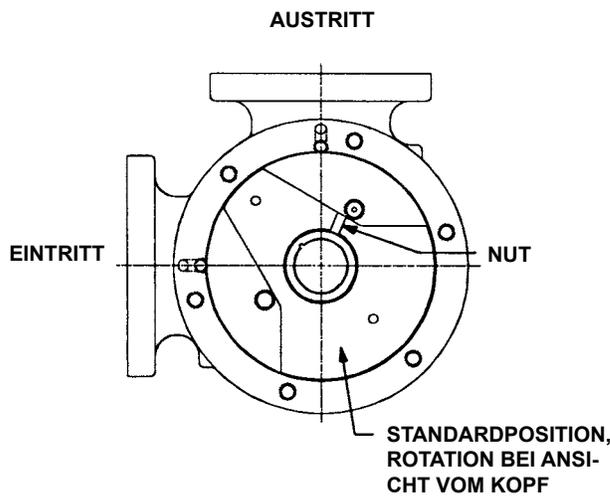

ABBILDUNG 15
- Wenn das Gehäuse vom Lagergehäuse getrennt wurde, müssen Sie die flache Dichtung untersuchen und bei Bedarf austauschen. Setzen Sie das Gehäuse mit der gleichen Ausrichtung wie vorher wieder auf die Führung des Lagergehäuses. Bei dieser Pumpenserie kann das Gehäuse nicht auf dem Lagergehäuse gedreht werden, um die Anschlußkonfiguration zu ändern. Siehe „**Pumpenrotation**“ auf Seite 11 zur Änderung der Anschlußanordnung. Sichern Sie das Gehäuse mit den (8) Befestigungsschrauben.
- Setzen Sie die Ausgleichsplatte (falls diese vom Lagergehäuse genommen wurde) in die Gehäuseöffnung (dieser Schritt ist bei der Serie 825 nicht notwendig). Stellen Sie sicher, daß die Platte wie vorher ausgerichtet ist. Zur standardmäßigen Positionierung der Ausgleichsplatte siehe **Abbildung 15**.